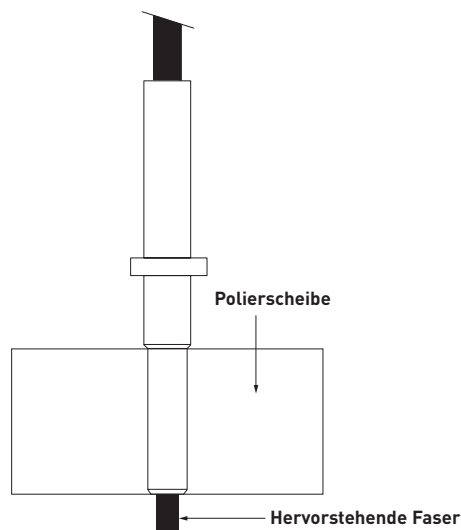

Bild 6 - Polierscheibe mit Führung für den mittleren Teil des Kontakts
- Den gecrimpten Kontakt in die Polierscheibe (**CLDL**) einführen, siehe Bild 6. Polierpapier verwenden, dabei wie folgt vorgehen: Zuerst Papier Korn 1000 und anschließend Papier Korn 4000 benutzen.